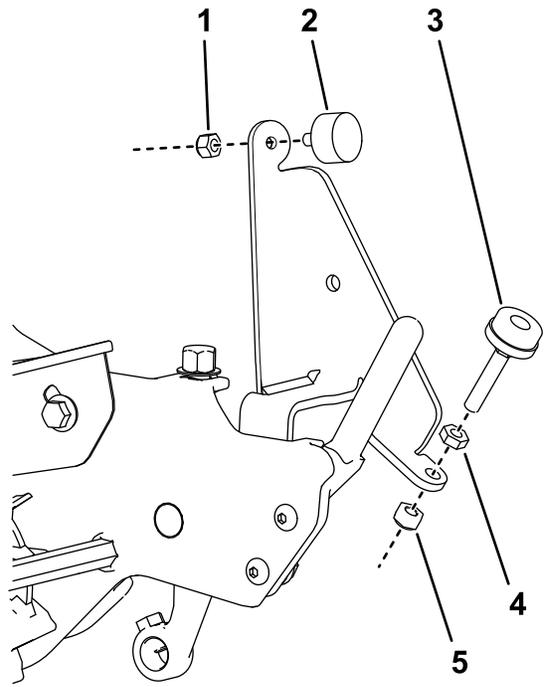

图 2
4. 如图 2 所示用一个锁紧螺母 1/4 英寸将一个橡胶缓冲器安装到两个刷子支架上。
5. 如图 2 所示将一个水平调节螺丝安装到两个刷子支架上。